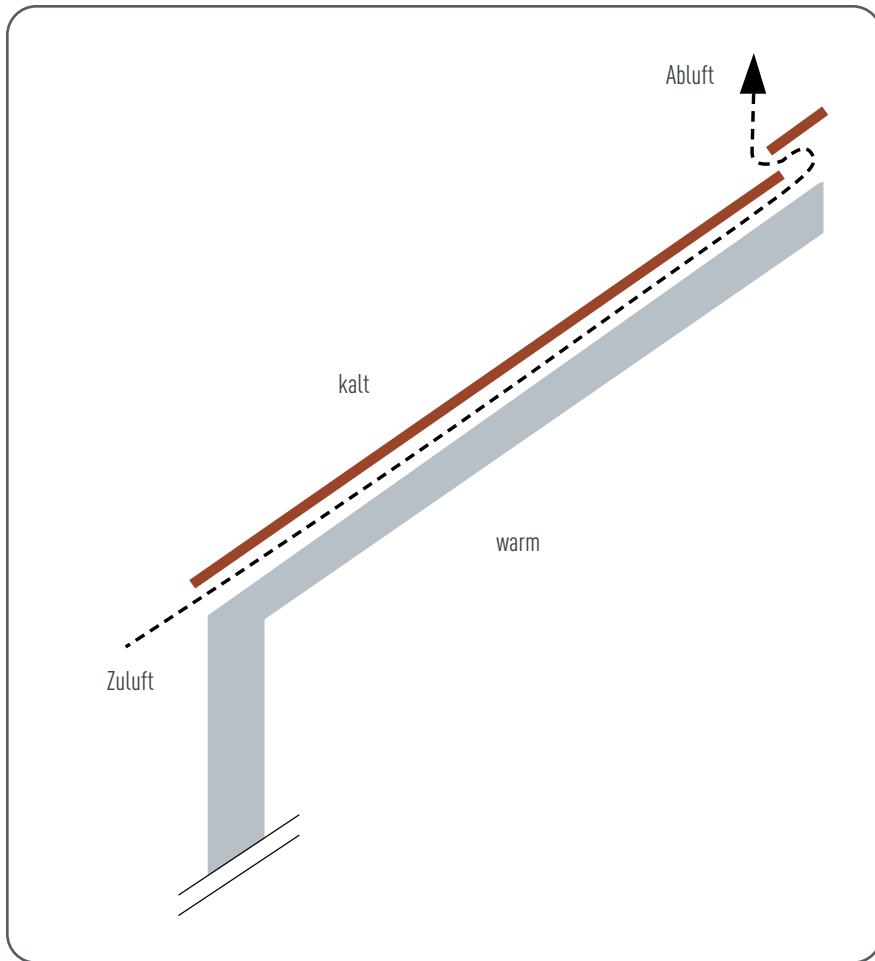

Abbildung 1 - Zweischaliger Dachaufbau
Die Dacheindeckung und die Wärmedämmschicht werden durch einen belüfteten Zwischenraum getrennt. Dies hat den Vorteil, dass gelegentlich auftretende Feuchtigkeit (Kondenswasserbildung) wieder abtransportiert wird. Grundsätzlich wird die Dachhaut belüftet (siehe Abbildung 1) ausgeführt.
1.1 DACHBODENRAUM KANN AUCH ALS WOHNRAUM GENUTZT WERDEN (ABBILDUNG 1)